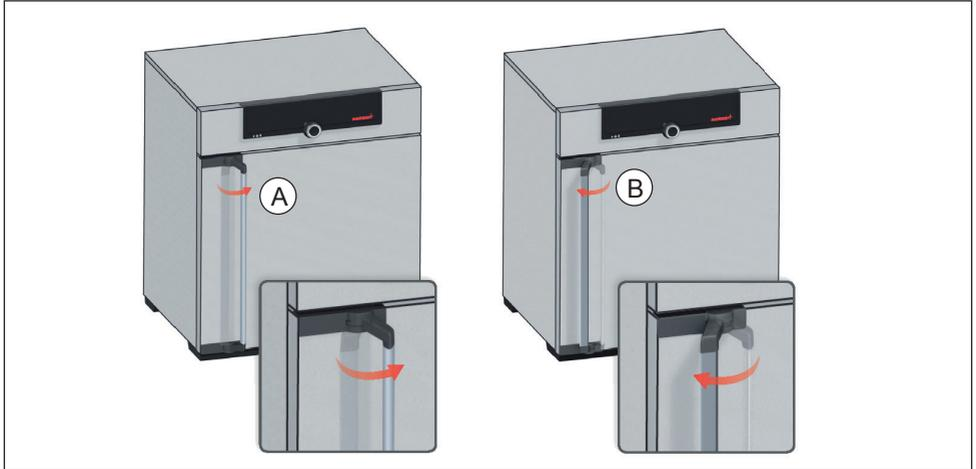

Abb. 15 Tür öffnen und schließen
- ▶ Zum Öffnen der Tür Türgriff zur Seite ziehen (je nach Türvariante links oder rechts, Abb. 15, A). Die Tür springt einen Spalt auf, so dass auf Wunsch bei hoher Temperatur im Innenraum die Hitze mit angelehnter Tür ablüften kann. Die Tür kann dann ganz geöffnet werden (B).
- ▶ Zum Schließen Tür zudrücken und Türgriff zur Seite drücken (C).